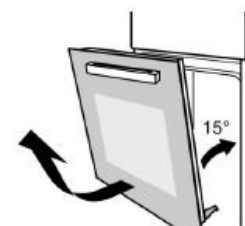

Рисунок 2
② Закройте дверцу духового шкафа примерно на 15 градусов, затем поднимите дверцу и медленно снимите ее (рисунок 2)
③ После очистки установите дверцу в порядке, обратном порядку демонтажа.